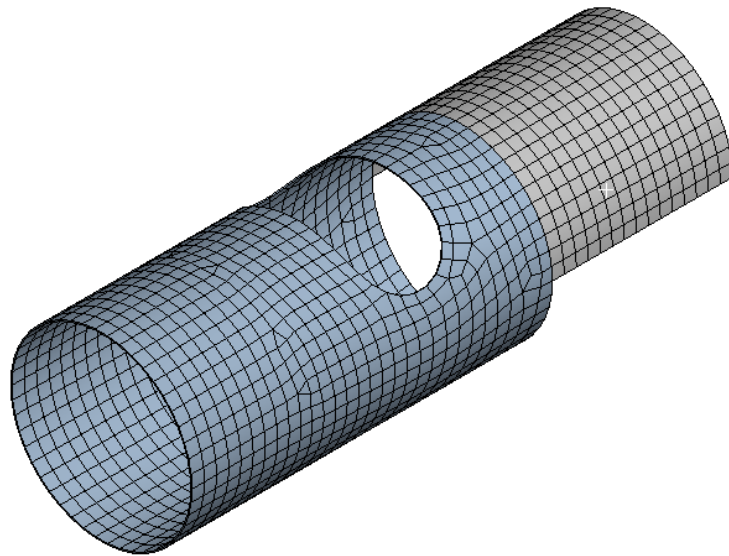

Рис. 21. Генерация сеточной модели
15.5. Нажимаем ПКМ на *Mesh* и выбираем *Generate mesh*. Готовая сеточная модель представлена на рис. 21. Закрываем окно блока *Model*.